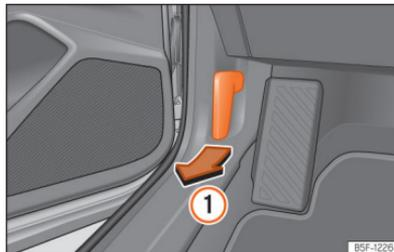

Abb. 219 Entriegelungshebel im Fahrerfußraum.
- Öffnen Sie die Tür und ziehen Sie an dem Hebel unterhalb der Instrumententafel >>> **(Abb. 219) ①**.